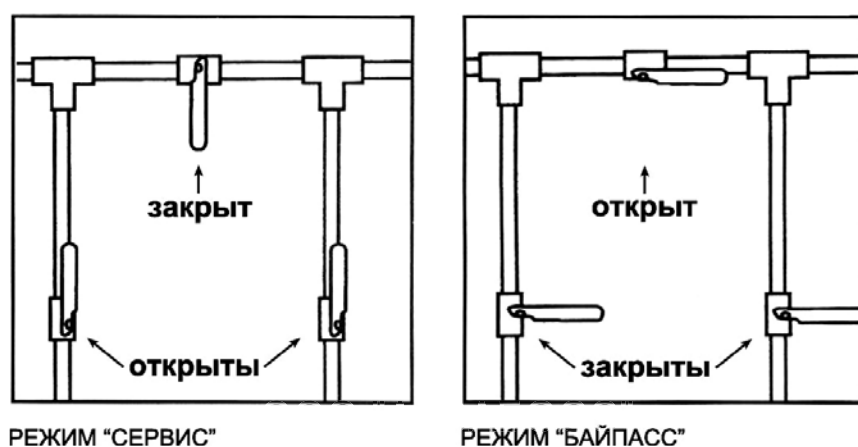

Рис. 1
Правила эксплуатации водопроводно-канализационных систем, предполагают использование на месте установки системы фильтрации воды перепускного крана (см. Рис. 1). Перепускной кран упрощает установку и обслуживание системы фильтрации. Он также, в случае необходимости, обеспечит подачу к потребителю неочищенной воды. Рекомендуется открывать перепускной кран при проведении работ по обслуживанию скважины, водопровода или насоса с последующим сливом первых порций загрязненной воды до запуска системы фильтрации.
3. После завершения промывки откройте выходной кран (положение кранов «Сервис» см. Рис. 1). Сливайте воду через систему фильтрации в течении 15 минут (например откройте кран в ванной комнате, а через 15 минут закройте).
1. Перекрыть воду на входе и выходе системы фильтрации см. Рис. 1 положение «Байпас».